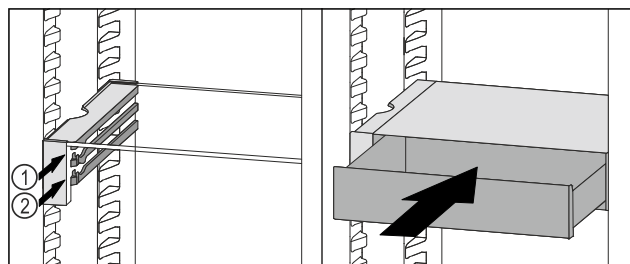

Fig. 217
- Vendosni sirtarin VarioSafe prapa ndaluesve në brinjën që dëshironi Fig. 217 (1) ose Fig. 217 (2).